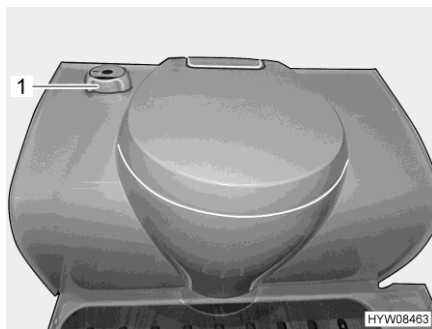

Fig. 110 Inodoro Thetford
- Girar el tirador giratorio (Fig. 110,1) en sentido contrario a las agujas del reloj.
- Girar el tirador giratorio (Fig. 110,1) en sentido de las agujas del reloj.